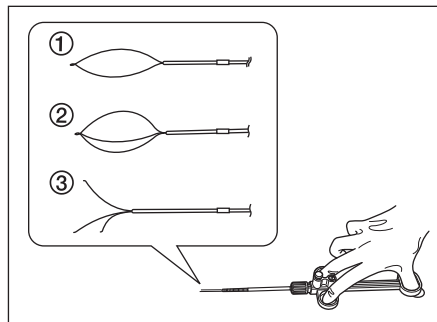

図 3.16
1. スライダを押し出すと、シースから操作ワイヤが押し出され、工業用処置具の異物回収部が開き、異物を回収できる状態になります。(図 3.16 参照)